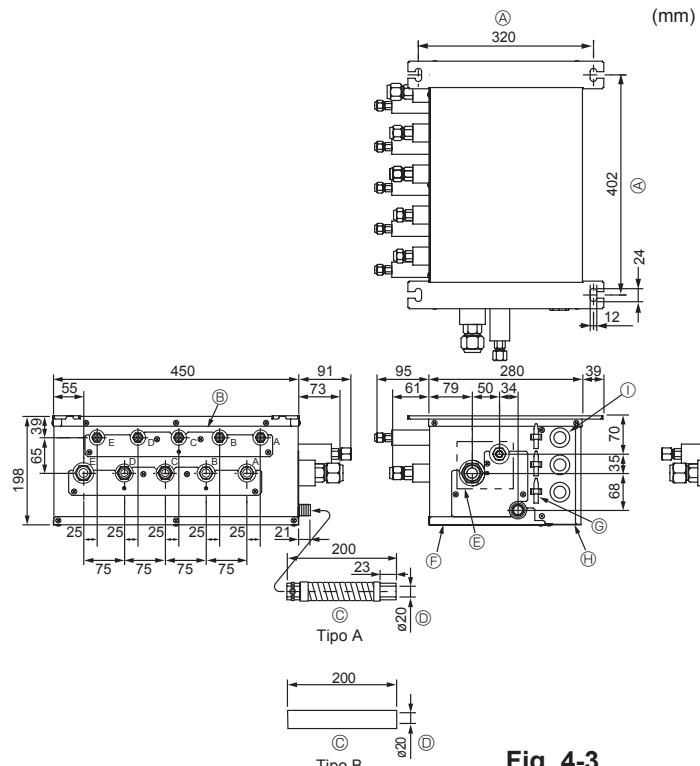

Fig. 4-3
#### ■ PAC-AK51BC/PAC-AK52BC/PAC-AK53BC (Fig.4-3)
(1) Instale os parafusos de suspensão (adquira localmente) à distância especificada. (Fig. 4-3, 4-4)